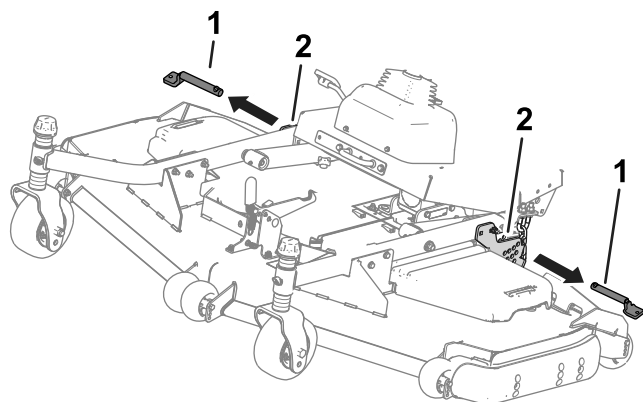

Рисунок 35
4. Извлеките штифты из пластин регулировки высоты скашивания (**Рисунок 35**).